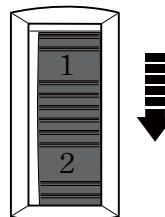

Fig. 5
- >Gire el selector de velocidad (1) hacia atrás (visto desde la posición del operador) para reducir la velocidad máxima (Fig. 5). Un ajuste menor es adecuado para cortes con hojas de sierra gruesas y materiales duros.